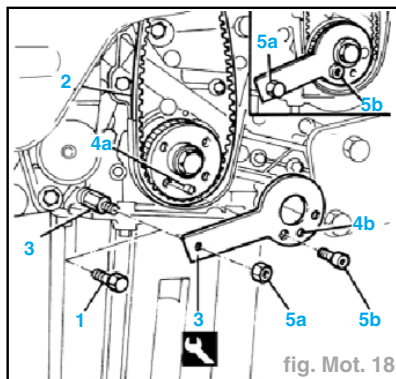

fig. Mot. 18
- Dévisser la vis de fixation (1) de la pompe à huile moteur (fig. Mot. 18).